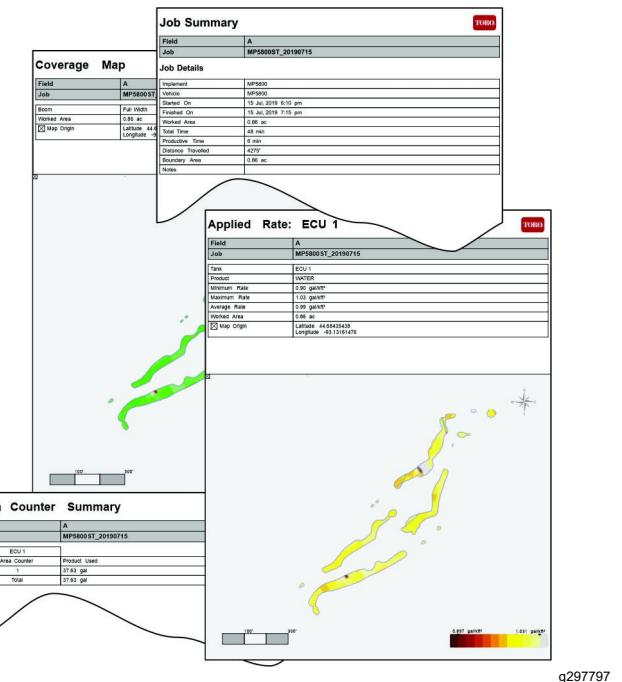

Figure 28
- Exporter un fichier de rapport de tâche (.pdf) ; comme montré à la Figure 28.